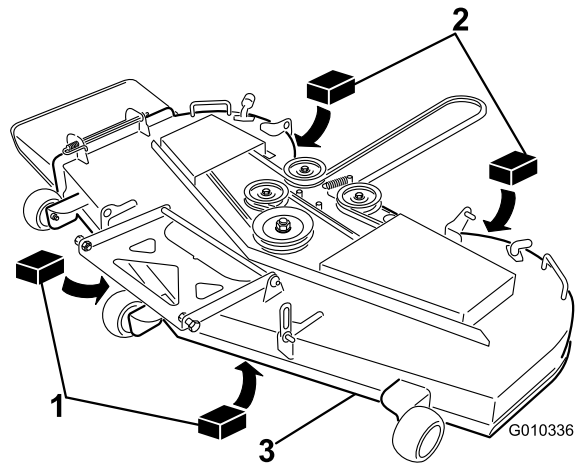

Figure 62
- Placez deux cales de 6,6 cm (25/8 po) d'épaisseur chacune sous chaque côté du bord avant du tablier de coupe, mais pas sous les supports des galets anti-scalp (Figure 62).
- Placez deux cales de 7,3 cm (27/8 po) d'épaisseur chacune sous le bord arrière de la jupe du tablier de coupe, une de chaque côté (Figure 62).